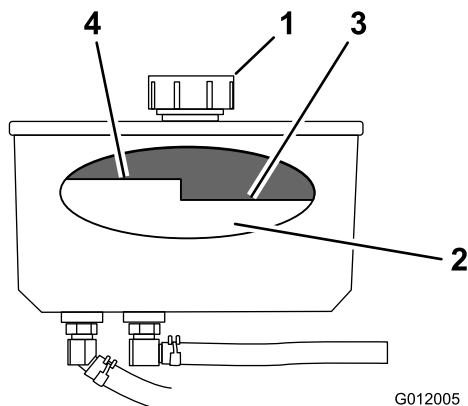

図 72
4. 油圧オイルタンクの注油口と首の周辺をきれいに拭く (図 72)。
5. 給油口からキャップを取る。タンクの中をのぞいてオイルの量を確認する (図 72)。
- 注** オイルが暖かいときには、バップルの一番上のレベルまでオイルがあることが必要です (図 72)。